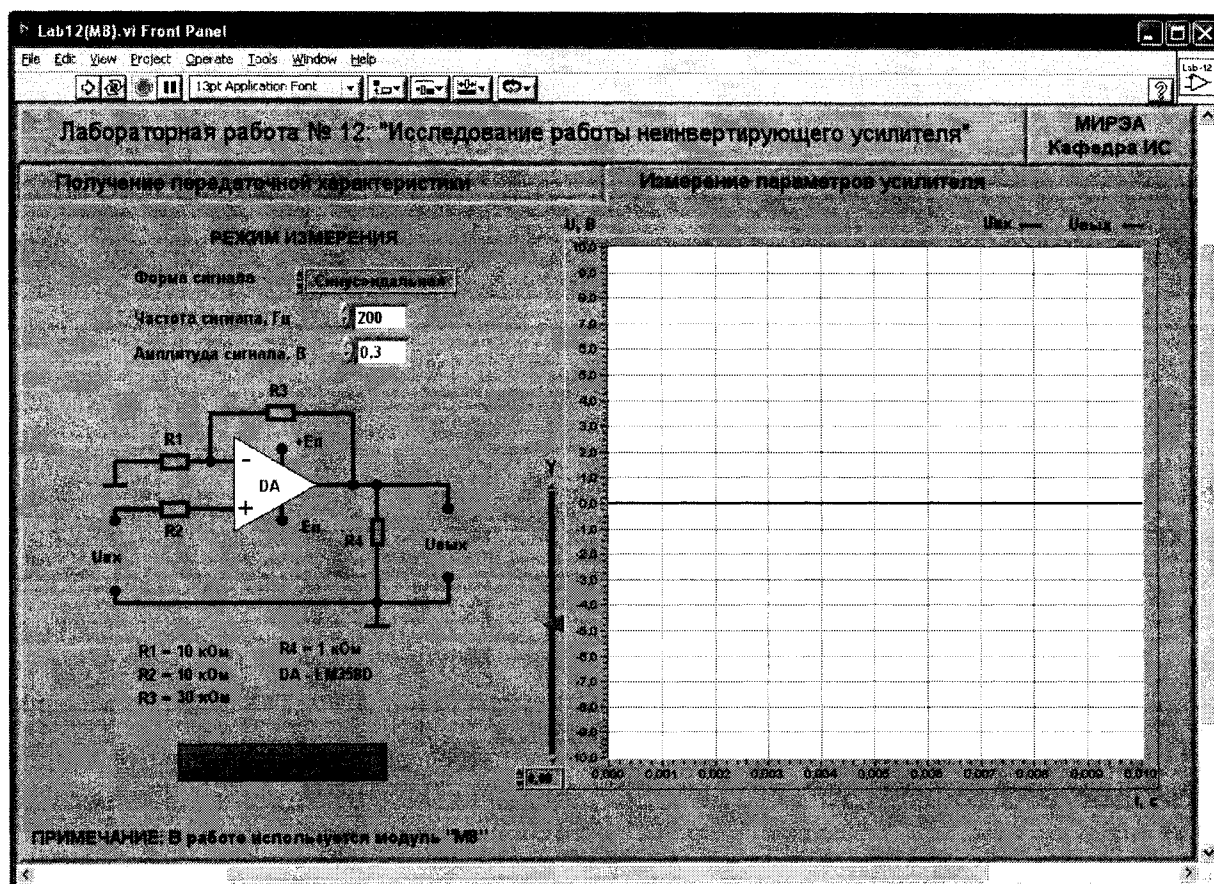

Рис. 12.5. Лицевая панель ВП при выполнении задания 2
4.2.2. На лицевой панели ВП нажмите мышью на закладку с надписью «Измерение параметров усилителя». На экране появится изображение ВП, приведенное на рис. 12.5.